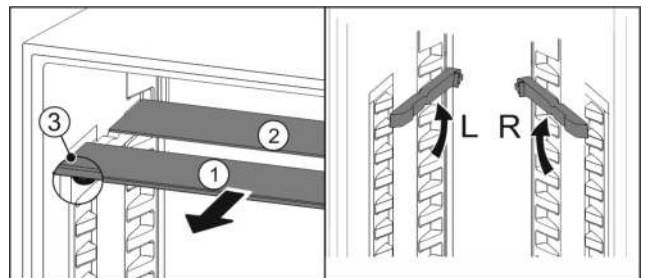

Fig. 90
- Glasplatten einzeln nach vorne herausziehen Fig. 90 (1).
- ▷ Glasplatte Fig. 90 (1) mit Zierleiste liegt vorne.
- ▷ Stopps Fig. 90 (3) zeigen nach unten.